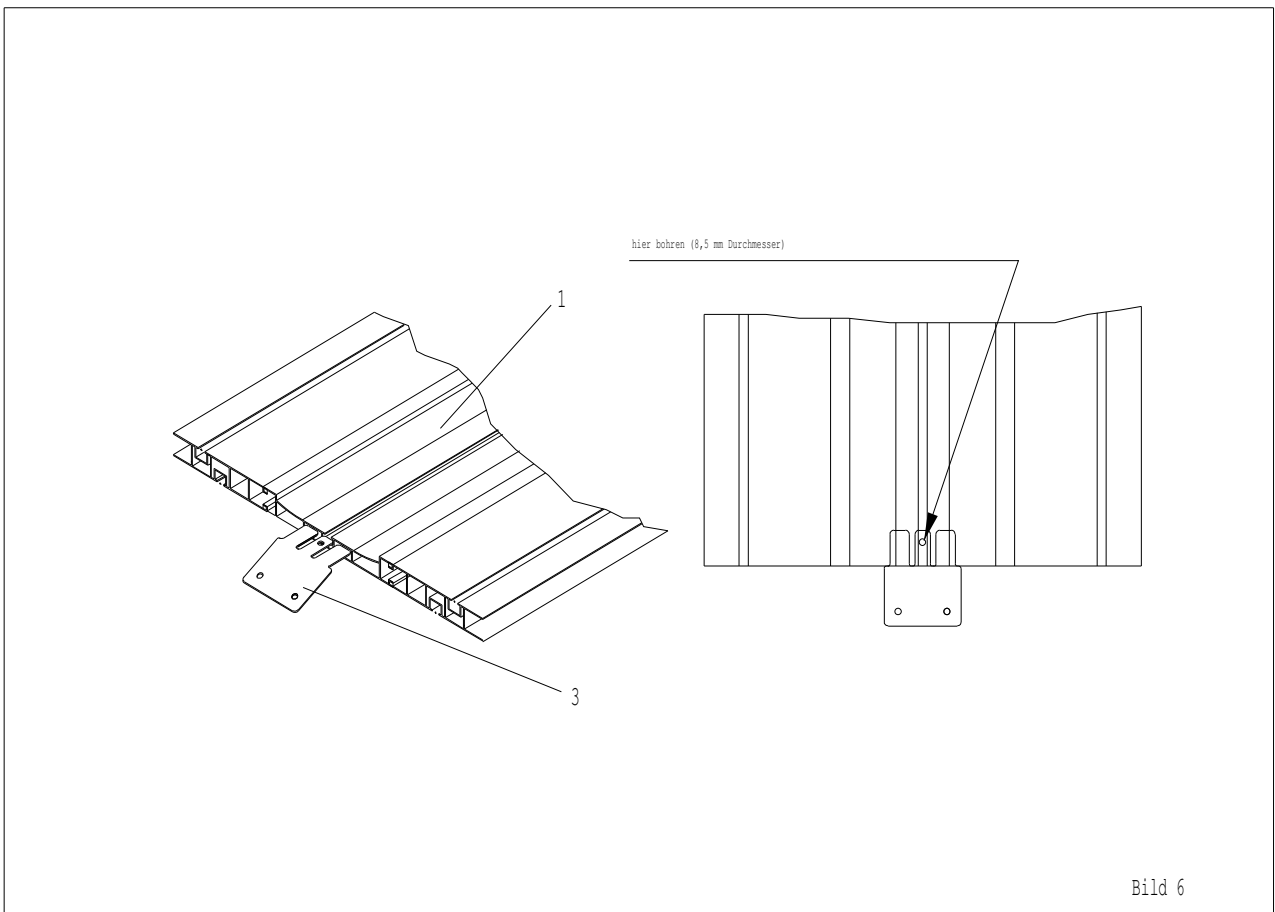

Bild 6
16. **Bild 6:** Bringen Sie rechts und links je eine Bohrung  $\varnothing$  8,5 mm in der Plattform zur Aufnahme der Sicherungsschraube (36) der Auffahrschiene an. Stecken Sie hierzu eine „Einsteckplatte für Auffahrschiene“ (3) so bis zum Anschlag in die Plattform (1), dass die mittlere Lasche in der Mittelnut der Plattform von oben zu sehen ist. Markieren Sie die Position, indem Sie die Bohrung in der Lasche als Schablone